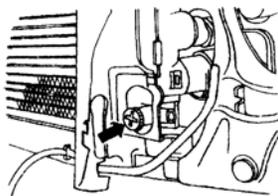

图 1.2 拆下冷却液螺堵
④ 拆下散热器上的防水堵,排放发动机冷却液。如图 1.2 所示,拆下冷却管和真空管时,先拆下冷却液螺堵。